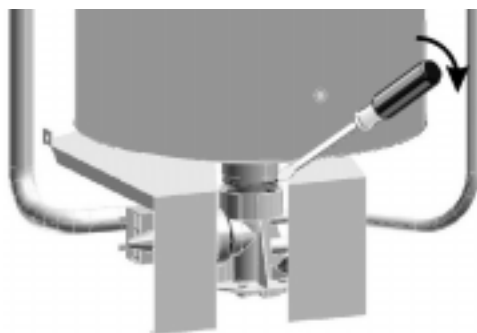
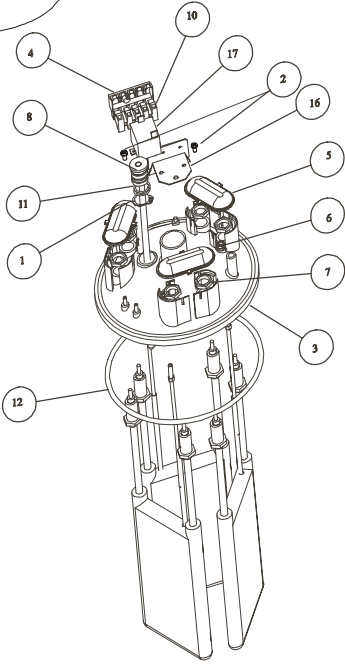

fig. 14.1.3
Fig. 14.1.4
4. enlever les couvercles de protection des connexions électriques des résistances (Fig. 14.1.3, part. n° 3) et débrancher les câbles de puissance;
10. décrocher et pousser jusqu'à la butée de fin de course le levier de la bague d'arrêt du couvercle (Fig. 14.1.3, part. N° 4); retirer la bague métallique et extraire le couvercle en plastique du cylindre ainsi que les organes solidaires à ce dernier (voir Fig. 14.1.4, qui représente le dessin éclaté de ces parties); en ce qui concerne les humidificateurs de 20-30kg/h décrocher les leviers de blocage et extraire le couvercle avec ses organes
7. à l'aide d'un outil ( ex. tournevis ) baisser la queue en laiton (Fig. 14.1.3);
11. extraire le couvercle en plastique du cylindre ainsi que les organes solidaires à ce dernier (voir Fig. 14.1.4, qui représente le dessin éclaté de ces parties); en décrochant le levier de blocage.
15. désincruster et rincer les parois intérieures du cylindre et les chambre à câbles des sondes (Fig. 14.1.4, part. n° 8).
Remonter le cylindre en répétant les opérations précédentes en sens inverse, **en se rappelant de fixer de nouveau la vis de mise à la terre** (Fig. 14.1.1, part. n° 5). La procédure décrite ci-dessus se réfère à la version triphasée (voir les Fig.: 14.1.3 et 14.1.4), d'autre part, la procédure correspondante au modèle monophasé est similaire (voir Fig. 14.1.5).